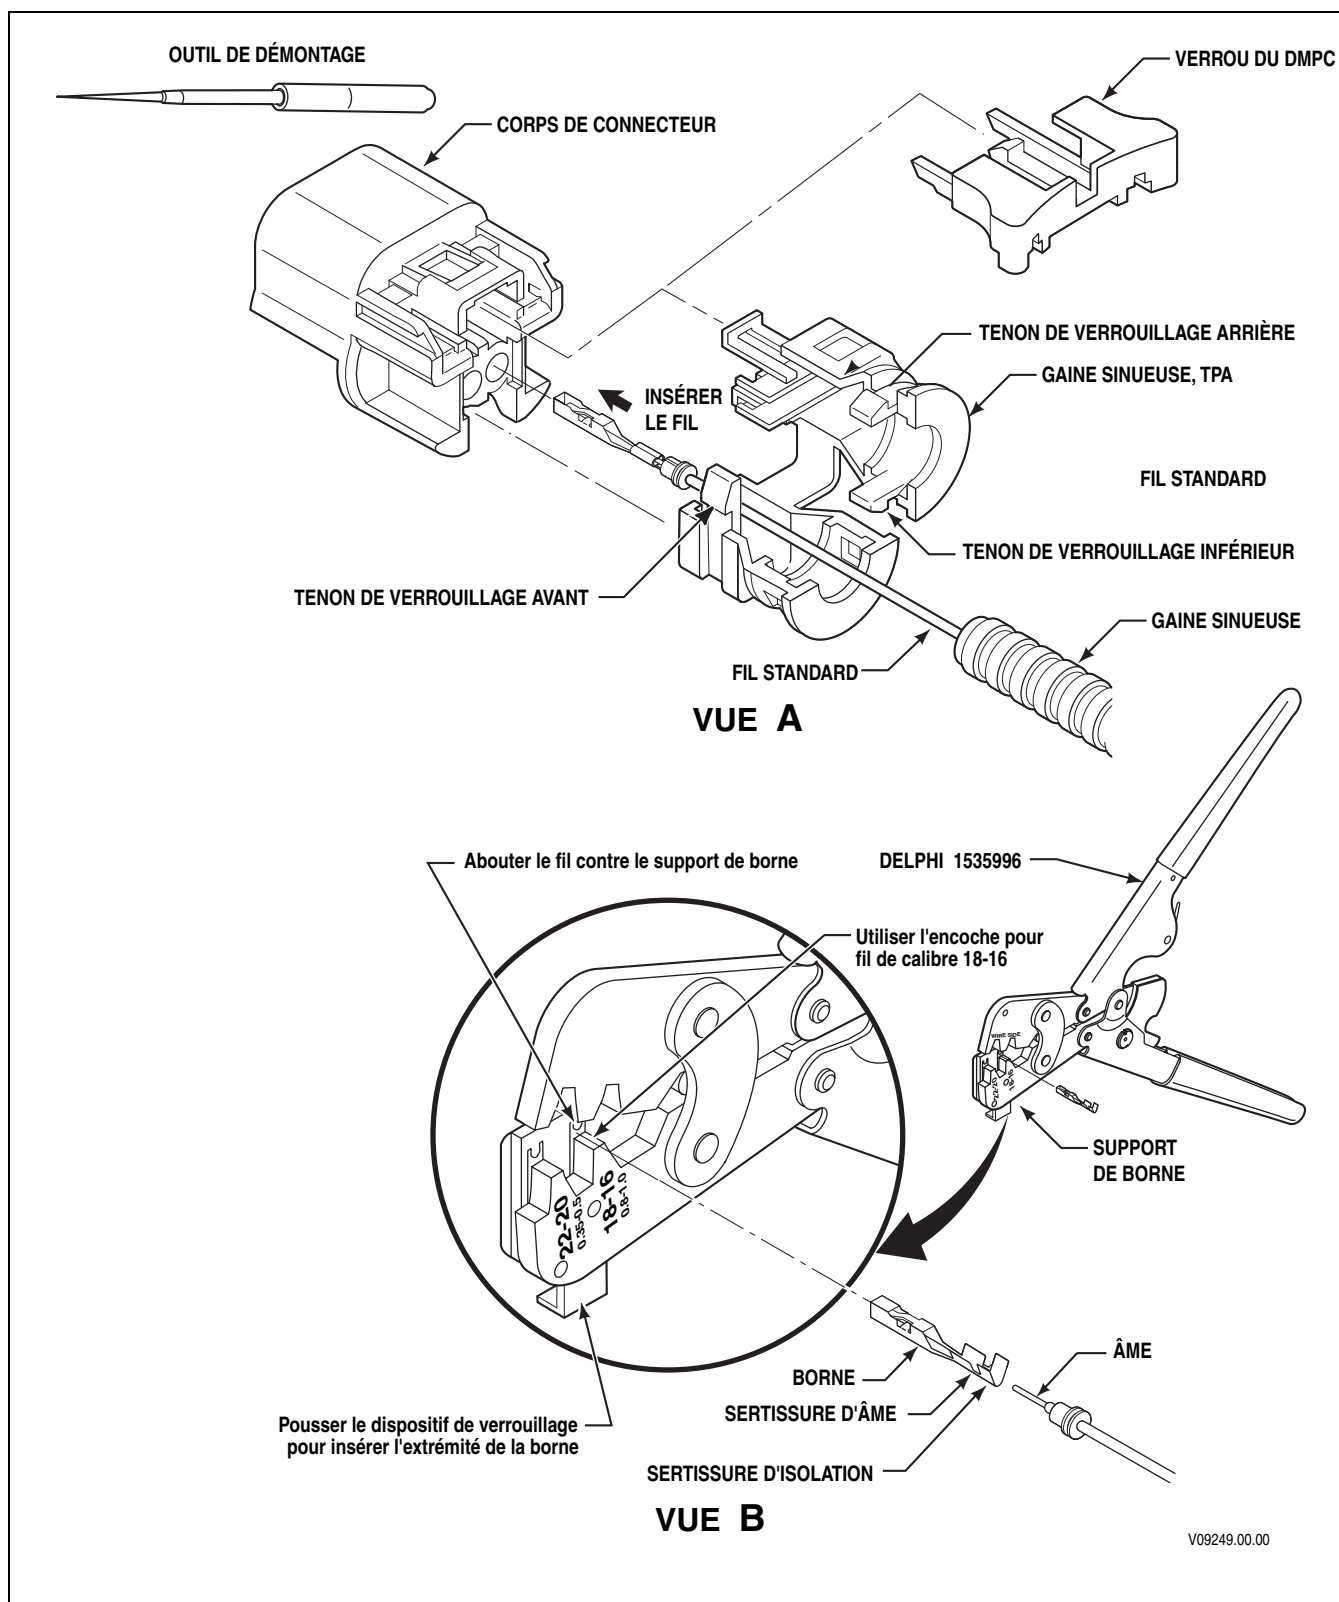
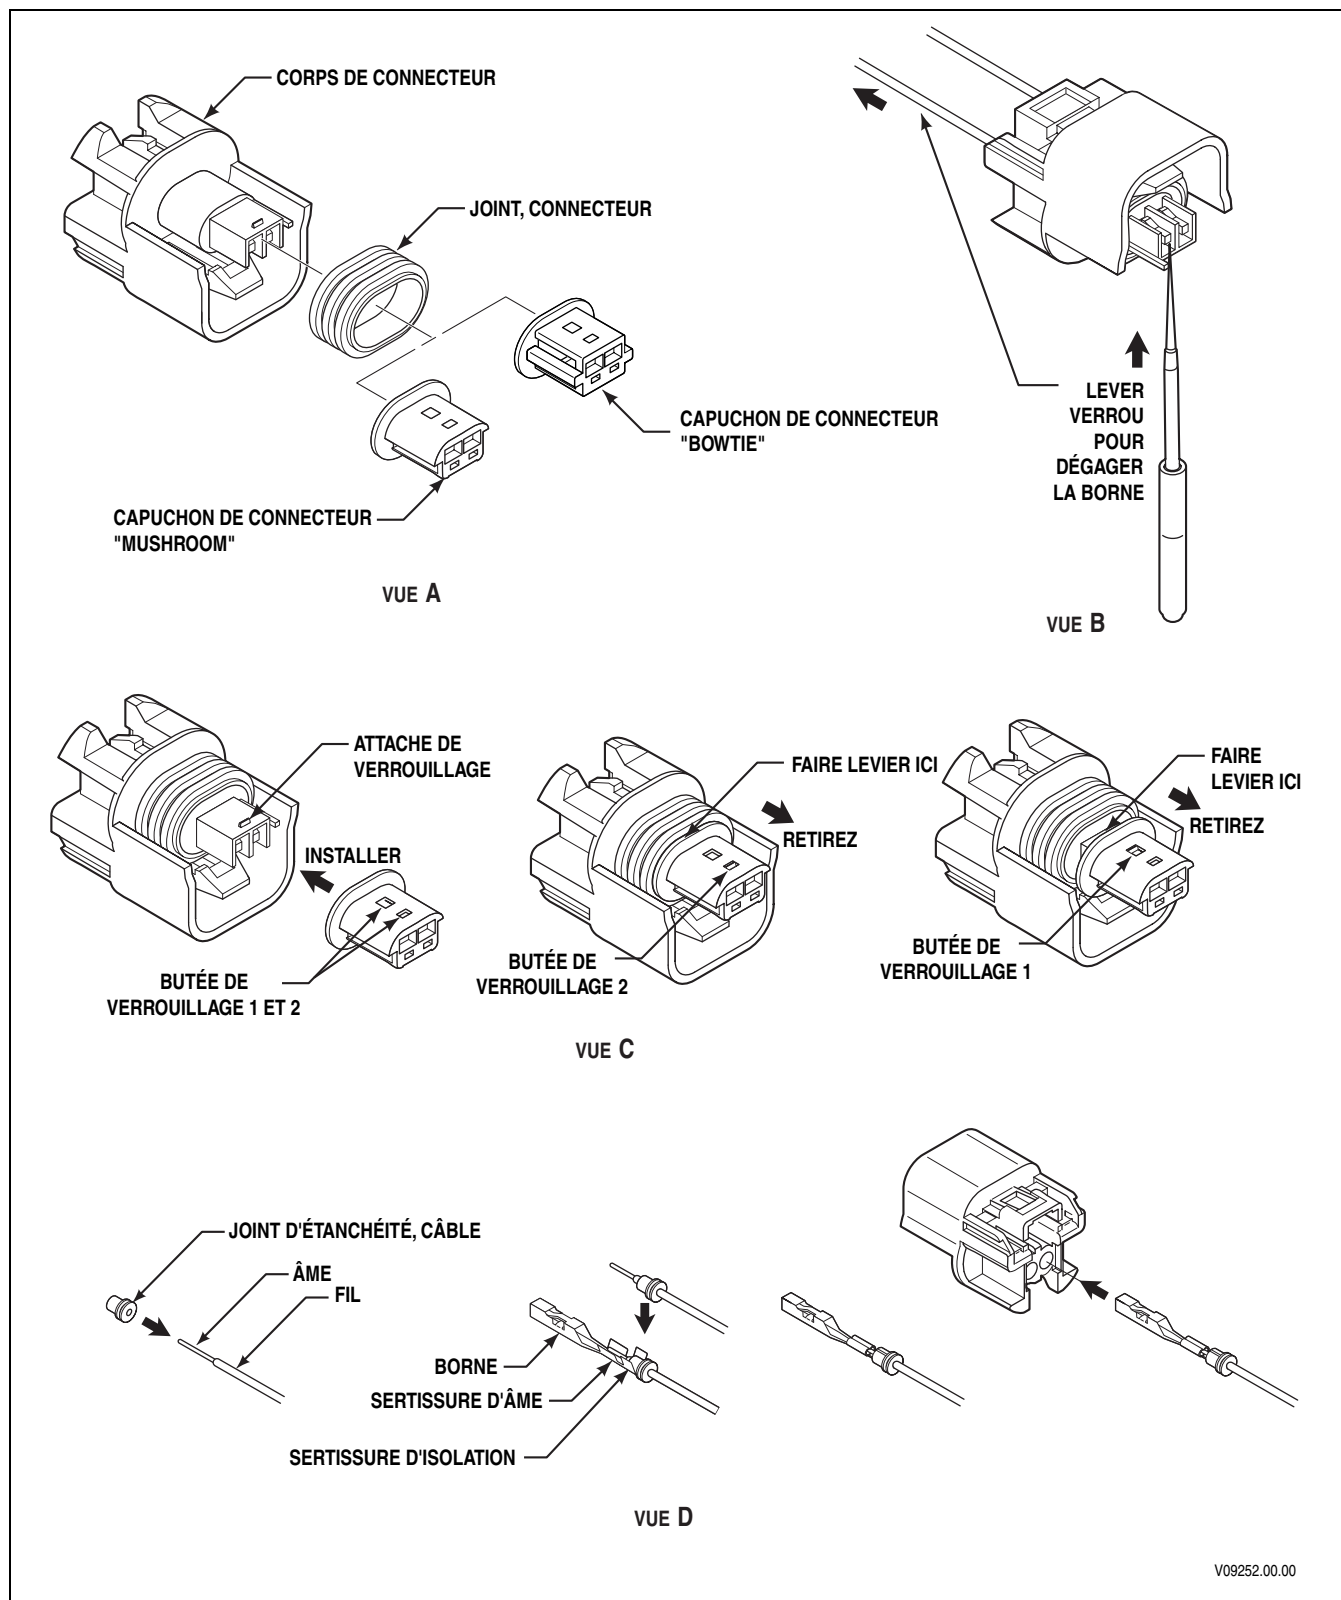

Figure E-5A. Connecteurs Metri-Pack série GT150 Delphi-Packard — À calage par poussée (capteur de vitesse, solénoïde de l'accumulateur, solénoïde du ralenti)
Figure E-5B. Connecteurs série GT150 Delphi-Packard — À calage par poussée (capteur de vitesse, solénoïde de l'accumulateur, solénoïde du ralentisseur)
1. Le dispositif de verrouillage du DMPC a deux positions. La position entièrement verrouillée maintient le connecteur à son connecteur homologue. La seconde position permet de libérer le connecteur de son connecteur homologue. Pour faciliter le retrait des bornes, retirez entièrement le dispositif de verrouillage du DMPC en appuyant sur le tenon de verrouillage et en tirant sur le dispositif de verrouillage afin de le dégager du connecteur (Figure E-5A, vue A).
4. Deux capuchons de connecteurs différents, de type « noeud papillon » ou « champignon », sont utilisés (Figure E-5B, vue A). Chaque capuchon de connecteur contient deux butées (Figure E-5B, vue C). Le capuchon **doit être** entièrement retiré du connecteur pour pouvoir retirer et installer un fil et une borne. Retirez le capuchon de connecteur approprié en appliquant doucement un mouvement de levier sur le capuchon et en l'écartant du connecteur, au-delà de l'attache de verrouillage, de façon à ce qu'il libère complètement le connecteur. **Assurez-vous que le joint n'est pas endommagé.**
5. Insérez l'outil de démontage J 38125-12A entre le doigt de verrouillage de la borne et la borne (Figure E-5B, vue B) et soulevez doucement le doigt tout en tirant le fil et la borne vers l'arrière du corps du connecteur (Figure E-5A, vue A).
3. Tirez la lame de butée de fil de l'outil de sertissage afin de l'éloigner de la zone de sertissage des bornes (Figure E-5A, vue C). Insérez complètement la borne dans l'orifice du calibre de fil approprié de l'outil de sertissage J 47139 jusqu'à ce qu'elle touche la butée et qu'elle soit correctement orientée. Resserrez la poignée de manière à maintenir la borne en place dans l'outil, mais sans comprimer les ailettes de sertissage.
4. Poussez la lame de butée de fil jusqu'à ce qu'elle touche la borne. Insérez l'âme du fil dans la borne, en maintenant l'âme contre la lame de butée de fil. Placez le joint sur le fil de manière à ce que le petit diamètre se trouve dans les ailettes de sertissage d'isolation (Figure E-5B, vue D).
8. Insérez la borne et le fil serti dans le connecteur (Figure E-5B, vue D) jusqu'à la butée. Tirez légèrement sur le fil pour vous assurer qu'il est maintenu dans le connecteur par le doigt de verrouillage de la borne.
9. Installez le capuchon du connecteur (Figure E-5B, vue A) à l'avant du corps du connecteur.
3. Placez le joint d'étanchéité du fil entre les deux attaches de sertissage d'isolation (Figure E-5B, vue D).